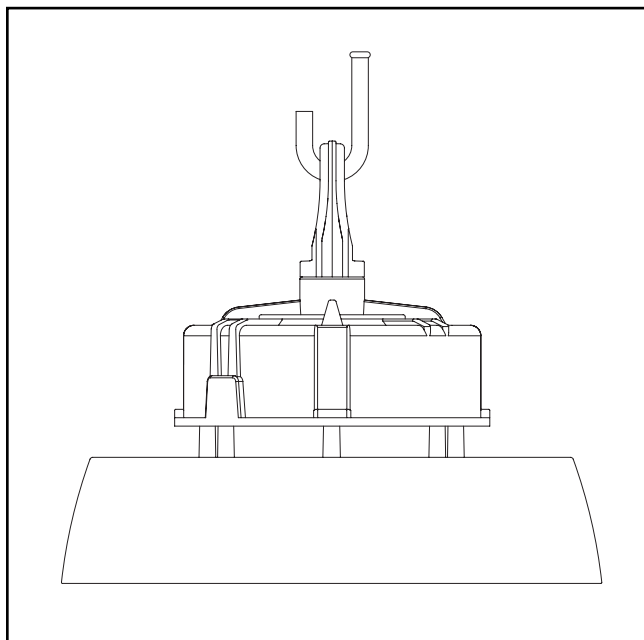

Figura 3.
3. Cuelgue la luminaria (Figura 3.)